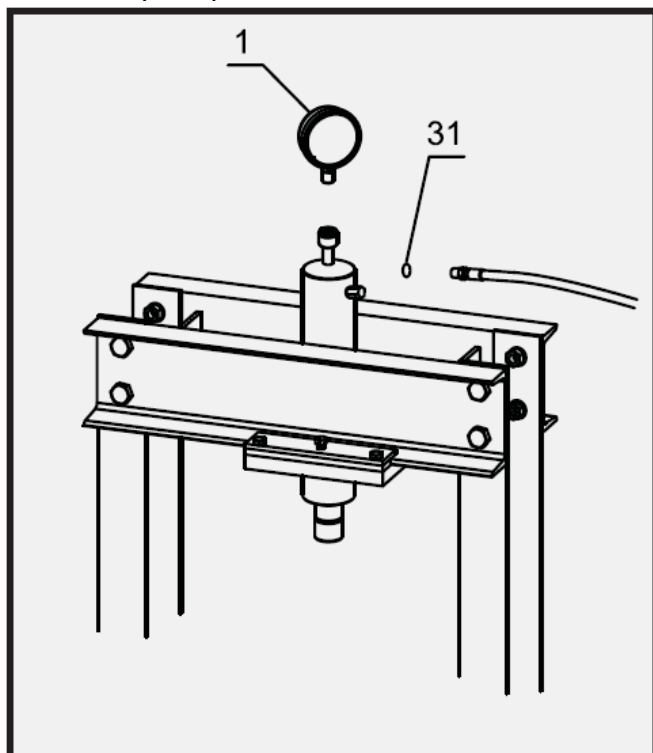

Рис. 6
7. Закрепите манометр (1) и шланг на силовом цилиндре, установив уплотнительное кольцо (31). См. рис.6.